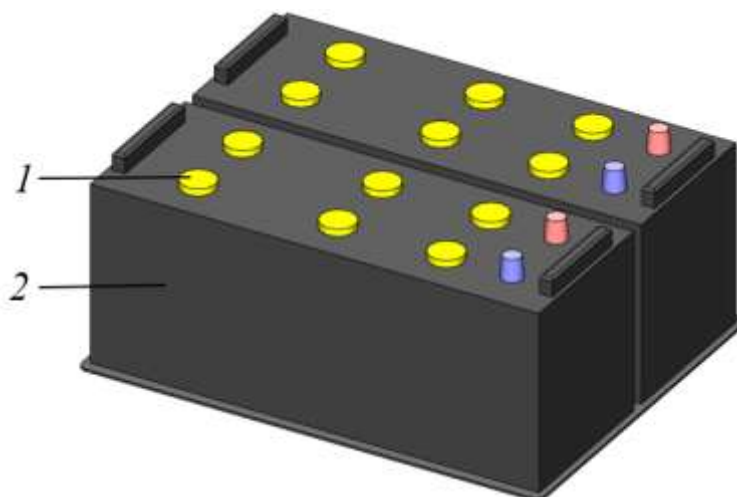

Рисунок 5. 63. Аккумуляторные батареи
- ▶ Открыть пробки наливных горловин во всех отсеках (для открытия вращать пробку против часовой стрелки) аккумуляторной батареи, рис. 5. 63.
- Открыть пробки наливных горловин во всех отсеках (для открытия вращать пробку против часовой стрелки) аккумуляторной батареи, рис. 5. 63.